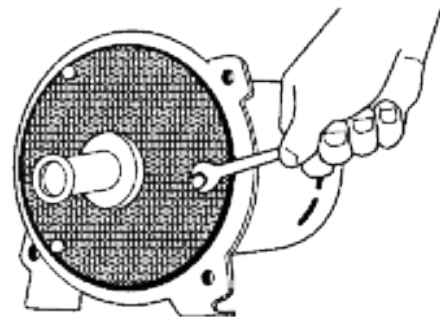

Figura 24: Retire el difusor
3. Retire los 3 tornillos con cabeza que sujetan el difusor a la placa de sellado y retire el difusor. Cuando reemplace el difusor, use tres calzas de .010" de espesor igualmente espaciadas entre el ojo del impulsor y la abertura del difusor. Esto centra el difusor y evita el roce del impulsor (Figura 24).